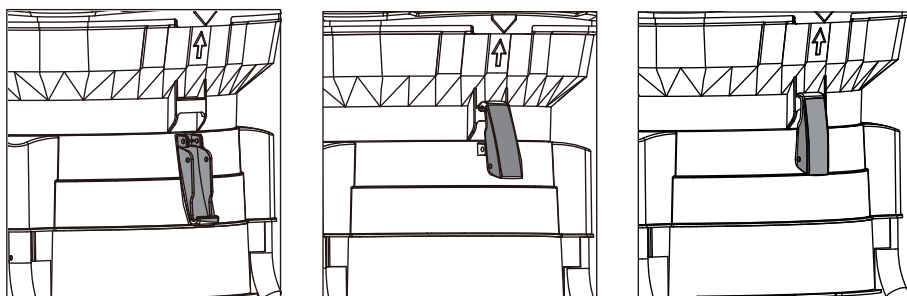

Fig. 7
- Fije la unidad de tolva con los dos pestillos situados a ambos lados de la carcasa del motor (Fig. 7).